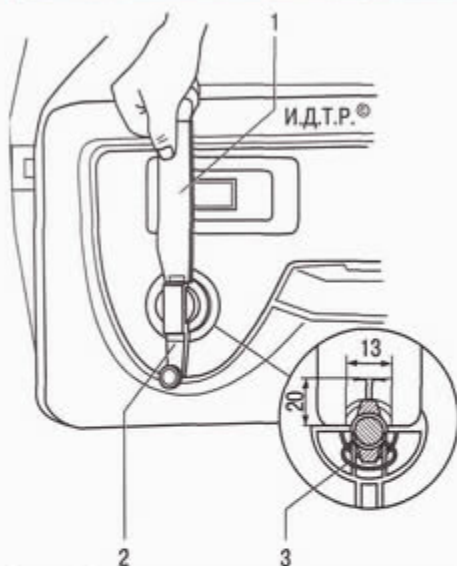

Рис. 11.5. Снятие ручки привода стеклоподъемника: 1 — приспособление; 2 — ручка стеклоподъемника; 3 — стопорная пружина
2. Отожмите ручку 2 (рис. 11.5) стеклоподъемника от обивки, с помощью приспособления 1 выньте стопорную пружину 3 крепления ручки и снимите ручку.
1. Отожмите ручку 2 (см. рис. 11.5) стеклоподъемника от обивки, с помощью приспособления 1 выньте стопорную пружину 3 крепления ручки и снимите ручку.